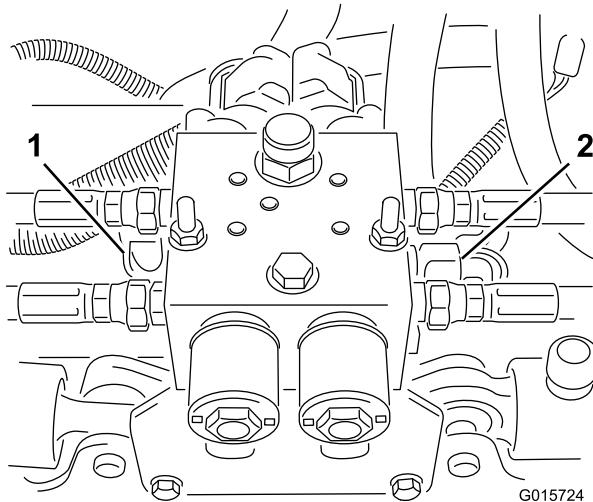

Figure 6
**Remarque:** Desserrez les 2 raccords hydrauliques sur le côté droit et la prise de contrôle (Figure 6).